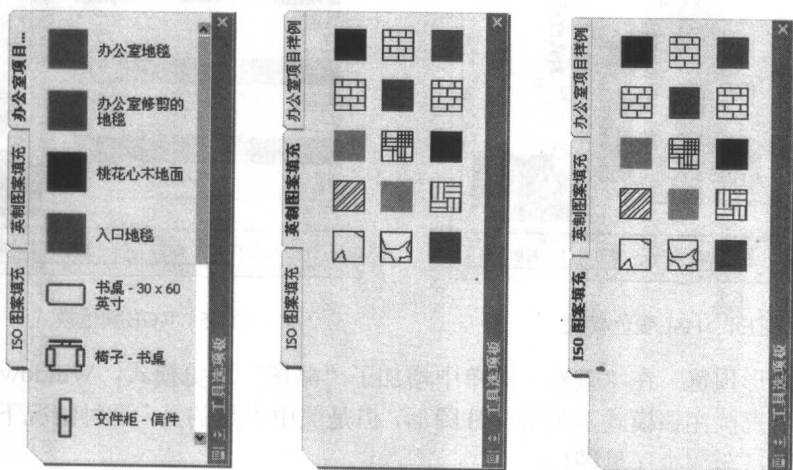

图 1.2 工具选项板
- 工具选项板 工具选项板（见图1.2）提供了对组织块和图案的填充。将块和图案填充组织到工具选项板中之后，可以轻松地将块和图案填充插入到图形中。将工具选项板与设计中心一起使用，可以创建自定义工具选项板。可以使用设计中心从任意图形中选择块或从AutoCAD图案文件中选择填充图案，然后将其置于工具选项板上以便于使用。